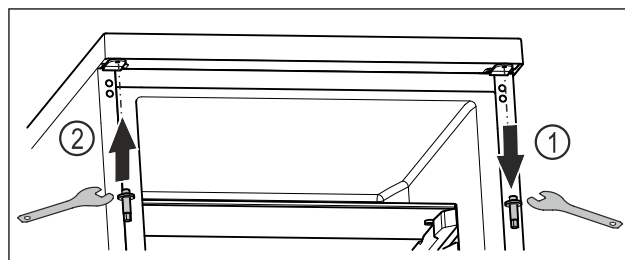

Fig. 15
- ▶ Extrageți prin rotire bolțul superior cu cheia cu hexagon exterior. Fig. 15 (1)
- ▶ Înșurubați ferm bolțul pe partea opusă cu cheia cu hexagon exterior. Fig. 15 (2)